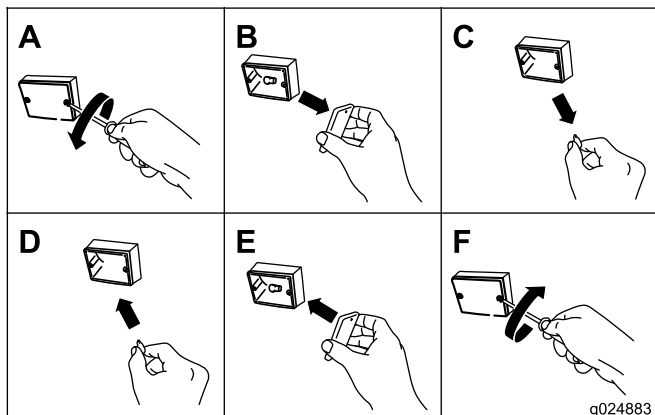

Figure 64
1. À l'aide d'un tournevis, retirez les 2 vis du petit verre rectangulaire orange sur le feu de position latéral (Figure 64).
2. Déposez le verre orange (Figure 64).
3. Sortez l'ampoule de la douille (Figure 64).
4. Introduisez une ampoule neuve du type spécifié dans la douille (Figure 64).
5. Reposez le verre orange et les 2 vis (Figure 64).